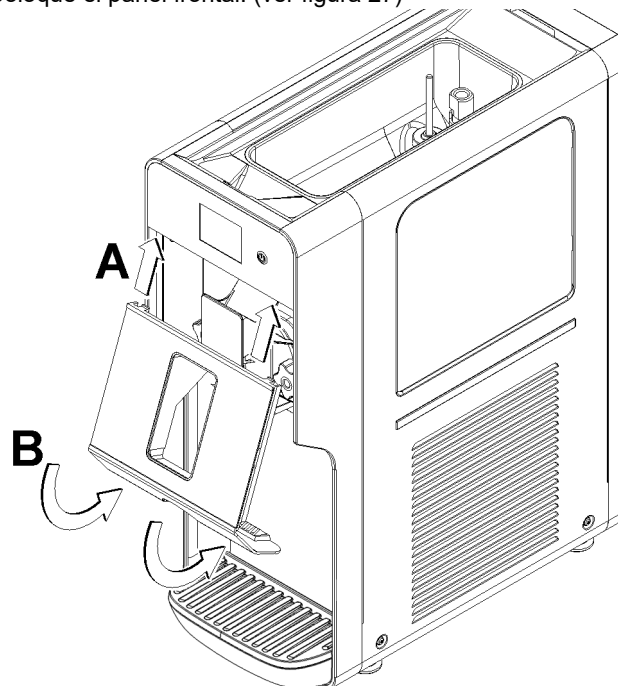

figura 27
- 5 Coloque el panel frontal. (ver figura 27)